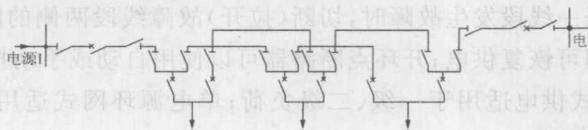

图 1-13 双电源链串树干式
(3) 双电源链串树干式。如图 1-13 所示，在单电源链串树干式的基础上增加了一路电源。该接线适用于二级、三级负荷。